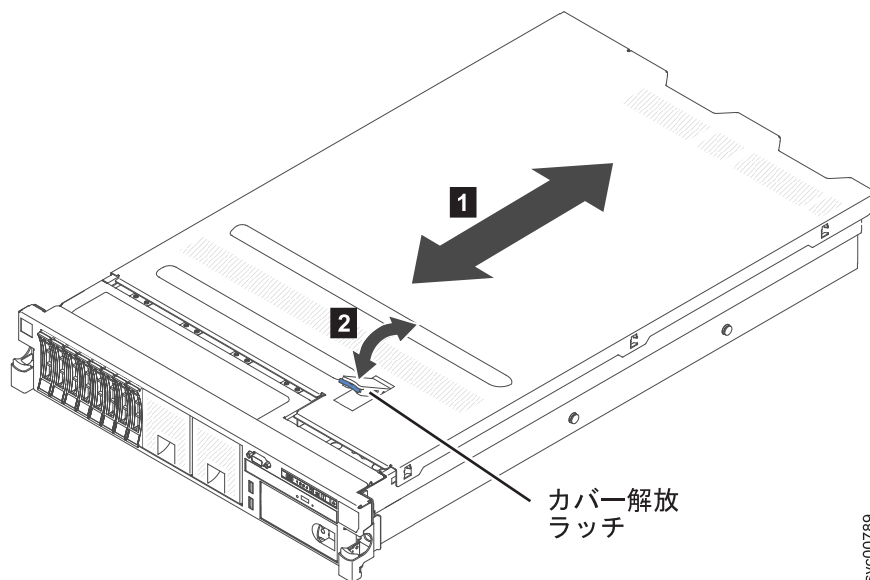

図 53. 2145-DH8 カバーの取り外し
5. 69 ページの図 53 に示すように、カバーをノードの背面に向けてスライドさせて取り外します。